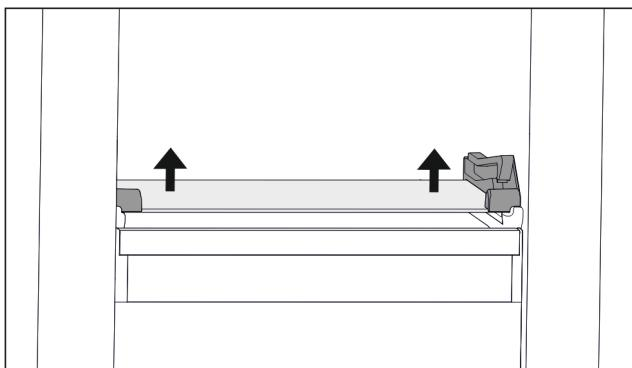

Fig. 70 Staklena ploča nagibne ladice
- Pritisnite staklenu ploču odozdo s obje strane prema gore. (pogledajte Fig. 70)